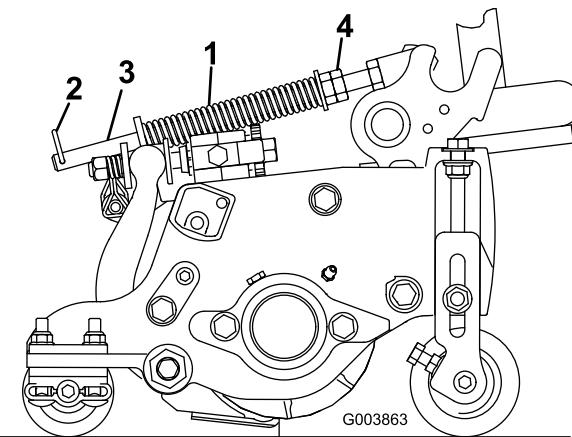

Figure 17
1. Vérifiez que la goupille fendue est insérée dans le trou de la tige de ressort (Figure 17).
2. Serrez les écrous hexagonaux à l'extrémité avant de la tige de ressort jusqu'à ce que la longueur du ressort comprimé soit égale à 15,9 cm (Figure 17).
Remarque: Si le plateau de coupe doit être déposé de la machine, déplacez la goupille fendue dans le trou avant de la tige de ressort (Figure 17). Veillez à remettre la goupille fendue dans le trou arrière de la tige de ressort lorsque le plateau de coupe est remis en place sur la machine.